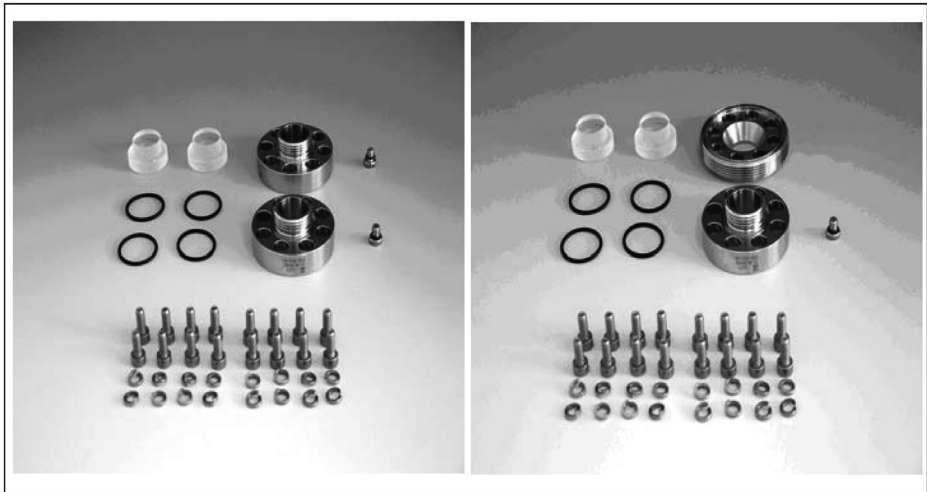

Fig. 20 - Parti necessarie per l'assemblaggio (Anelli dell'oblò, oblò, viti, rondelle e set di guarnizioni)
8. Notare la posizione della connessione per lo spurgo (1 in Fig. 20).